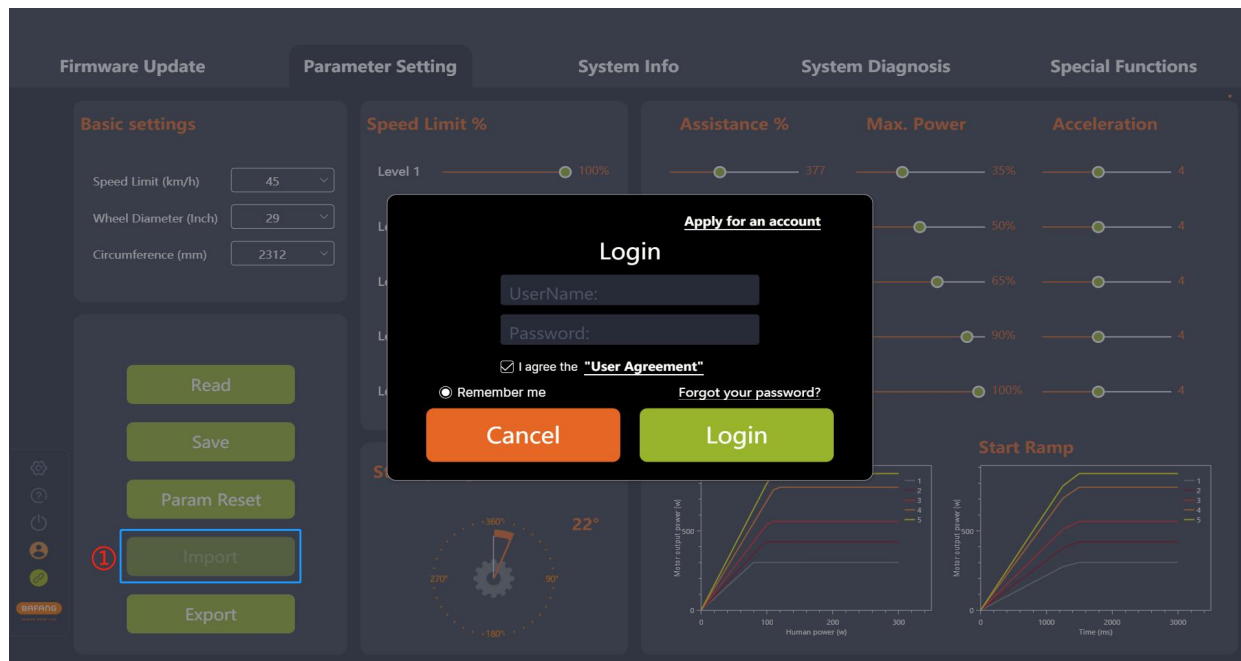

图 5-17 参数复位
- (1) 如果想将之前生成的配置文件（xml 格式）设置到控制器中，点击“导入”。如未登录会弹出登录界面，提示用户登录（如图 5-17）；
- (2) 验证规则：导入的控制器硬件版本和参数文件中的控制器硬件版本信息一致，如果不一致要给出提示同时拒绝导入；
- (3) 从本地选择设置的参数配置文件；
- (4) 点击“打开”。